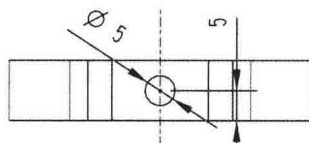
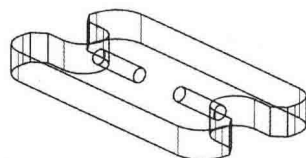

图 1-47 绘制圆
图 1-48 创建圆孔
(11) 单击“拉伸”按钮,以 YZ 平面为草绘平面,绘制一个圆($\phi 5\text{mm}$),如图 1-47 所示。
(12) 单击“完成草图”按钮,在【拉伸】对话框中“指定矢量”选“XC↑”,开始距离为 10mm,“结束”选“贯通”,“布尔”选“求差”.
(13) 单击“确定”按钮，创建孔特征；用同样的方法创建另一侧的孔特征，如图 1-48 所示。
(14) 单击“保存”按钮,保存文档。